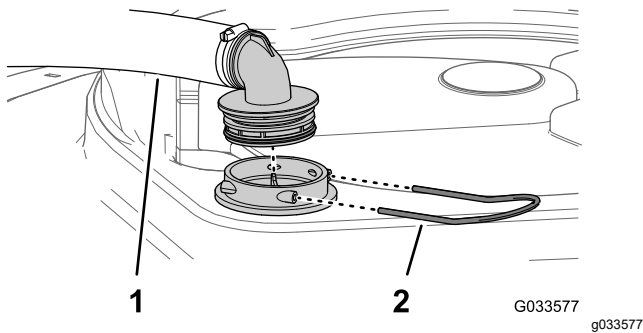

Bild 28
2. Nehmen Sie oben am Sprühbehälter den Halter ab, mit dem das Schlauchanschlussstück befestigt ist, das am dicken Schlauch und dem Filtergehäuse angeschlossen ist (Bild 28).
- Nehmen Sie den Schlauch und das Schlauchanschlussstück vom Filtergehäuse ab (Bild 28).